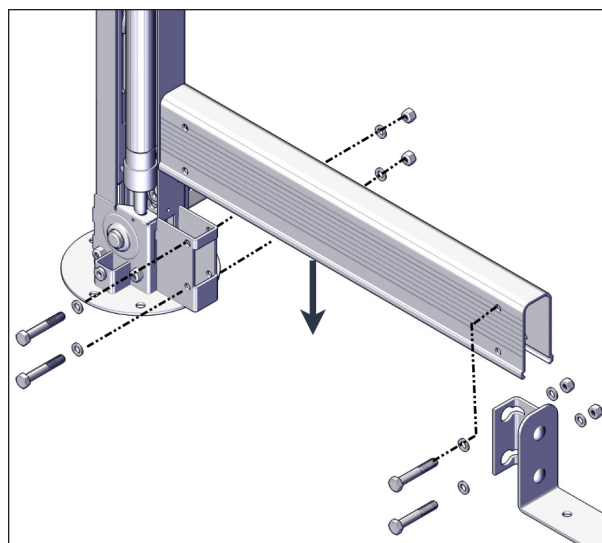

FIGURE 40: INSTALLATION DES PROFILÉS EN U COURTS
15. Attacher les profilés en U courts aux colonnes côté sans moteur et à l'assemblage des interfaces/liens d'entrée du spa. Pour chaque extrémité, fixer avec 4 vis à tête hexagonale 5/16-18 x 2 po, 4 écrous avec insertion en nylon 5/16-18 et 8 rondelles plates (4 par côté). Utiliser une clé à rochet et une douille de 13 mm (1/2 po), voir Figure 40.